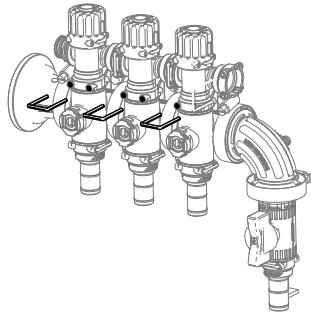

图 16
7. 使用之前拆下的卡环安装喷洒臂阀门组如 图 16 所示。